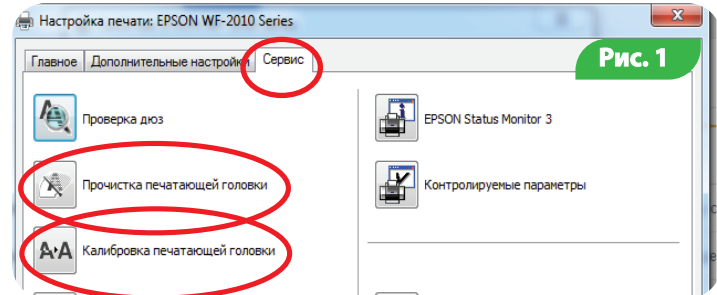

Рис. 1
1.2. Напечатать тест проверки дюз для оценки работоспособности принтера. Для этого вызовите диалоговое окно настройки печати принтера: в Windows нажмите „Пуск” > „Панель управления” > „Панель задач и меню” > „Панель задач и меню” > „Панель задач и меню” > в контекстном меню выбираем „Настройка печати” > в открывшемся окне (Рис. 1) выбираем вкладку „Сервис” > нажимаем кнопку „Проверка дюзов”.
Если тест дюз дал положительный результат переходите к установке СНПЧ. Результат отрицательный, выполните рекомендации по прочистке печатающей головки программными средствами принтера (Рис. 1) Вкладка „Сервис”, кнопка „Прочистка печатающей головки”, если это не дает положительного результата, обратитесь в специализированный сервисный центр для ремонта принтера и промывки печатающей головки.